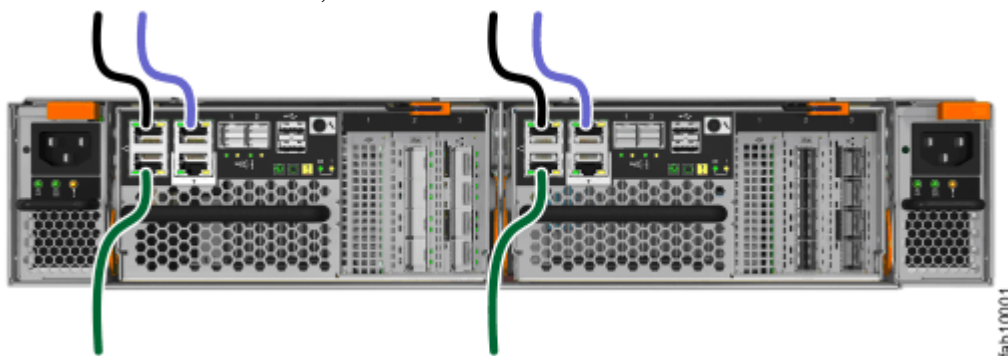

图 6. 连接以太网电缆
1. 将系统中每个节点容器的以太网端口 1 连接到将为系统管理接口提供连接的 IP 网络，如第 15 页的图 6 所示。
2. (可选) 将系统中每个节点容器的以太网端口 2 连接到将为系统管理接口提供冗余连接的第二个 IP 网络，如第 15 页的图 6 中颜色较浅的电缆连接所示。